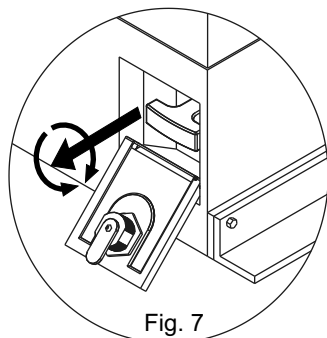

Fig. 7
- Tirer la poignée du déverrouillage vers l'extérieur vaincrant la résistance du ressort intérieur (Fig. 7).